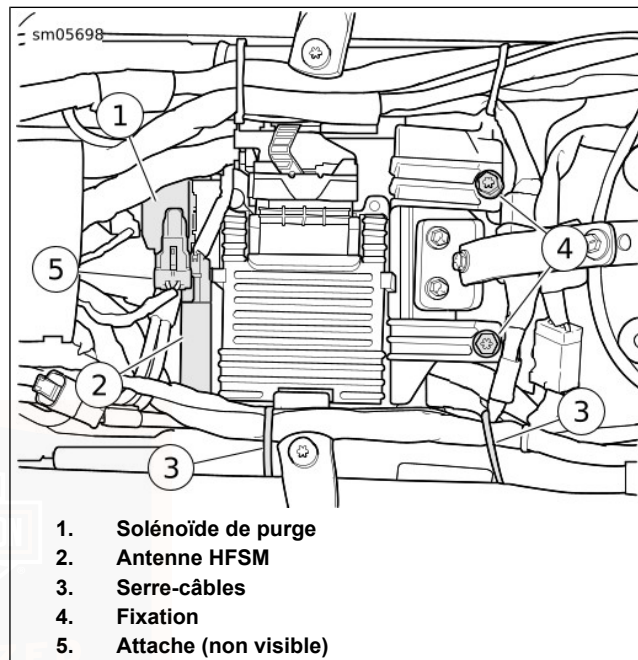
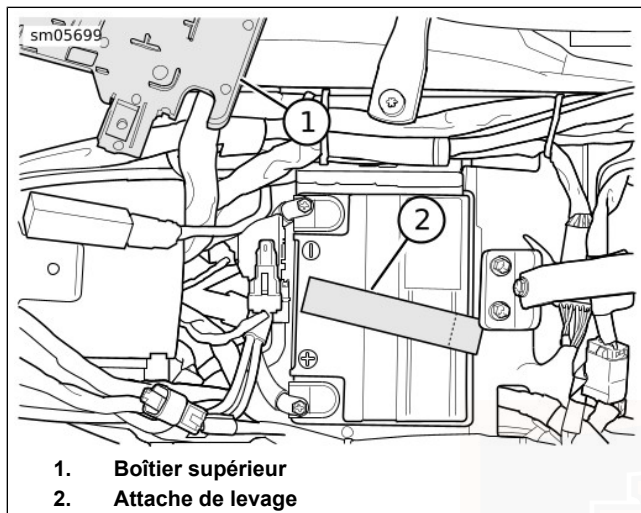

Figure 72. Boîtier supérieur
Figure 73. Mettre de côté le boîtier supérieur
- Voir Figure 72. S'il est présent, déplacer le solénoïde de purge (1) vers l'avant pour le dégager du boîtier supérieur. Dégager l'antenne HFSM (2) du boîtier supérieur et la mettre de côté.
- Retirer les fixations (4).
- Couper les serre-câbles (3) et déplacer les faisceaux pour donner davantage de dégagement pour le boîtier supérieur.
- Voir Figure 73. Dégager le boîtier supérieur du support d'attache avant et tourner le boîtier supérieur (1) pour le mettre de côté.
6. Voir Figure 73. Plier l'attache de levage (2) vers l'avant sur le dessus de la batterie.
7. Voir Figure 72. Tourner le boîtier supérieur en position au-dessus de la batterie et engager le loquet sur le support de retenue.
8. S'ils sont présents, engager l'antenne HFSSM (2) et le solénoïde de purge (1) sur le boîtier supérieur. Vérifier que tous les autres connecteurs et faisceaux sont acheminés sous la languette de montage du solénoïde de purge.
9. Attacher le boîtier supérieur à la traverse de cadre. Serrer les vis (4) à un couple de 8,1–10,9 N·m (72–96 in-lbs).
10. Attacher les faisceaux au cadre avec des serre-câbles (3).